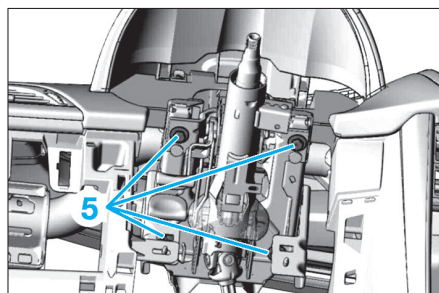

Fig. 5
- Déposer les fixations (5) et la colonne de direction (Fig.5).